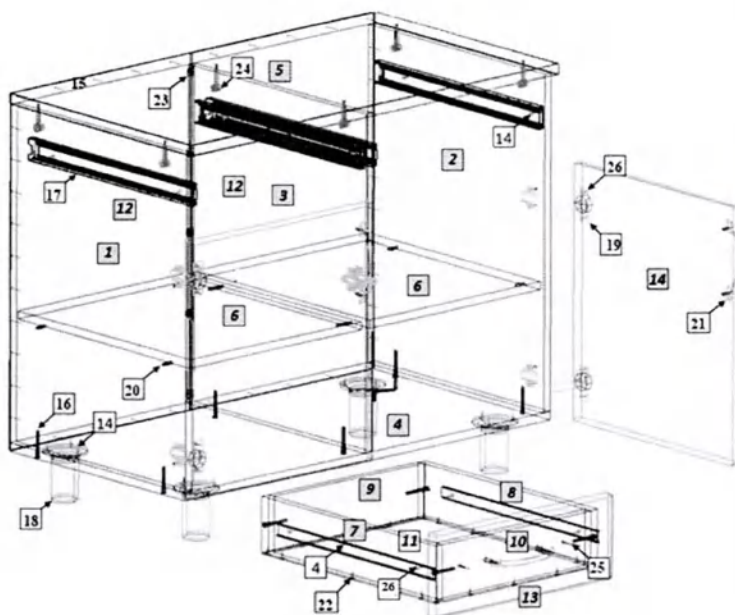

Рис. 1
1. Внимательно ознакомьтесь со схемой сборки, изображённой на рис.1, сверяясь со спецификацией на изделие. Согласно схеме и спецификации определите расположение деталей в изделии и порядок их сборки. Сборка производится на ровном полу, укрытом материалом, предотвращающим повреждение покрытия пола и деталей мебели. Подготовьте необходимые для сборки инструменты – плоскую и крестовую отвёртки, молоток, рулетку или линейку.
2. На боковых стенках тумбы [1,2] шурупами 4×16 (22) закрепите направляющие (16); установите цилиндрические части эксцентриковых стяжек (19) в предназначенные для них отверстия. На крышке [5] установите штоки эксцентриковых стяжек (19).
3. Евровинтами (13), как показано на рис. 1, соедините вертикальные стенки [1,2,3] с горизонтальной нижней стенкой [4]. Установите крышку. Застяжка соединения производится путём поворота эксцентриков до упора в направлении стрелки, выштампованной на корпусе стяжки. На видимые головки евровинтов и эксцентрики установите заглушки (14,15). На горизонтальной нижней стенке [4] шурупами 4×16 (22) закрепите опоры (17) (колесные опоры (17.1) или регулируемые опоры (17.2) по требованию).
4. Сборка ящиков. Евровинтами (13) соедините боковые стенки ящика [6,7] с задней [8] и передней [9] стенками. Дно ящика [10] установите в пазы и закрепите к задней и передней стенкам гвоздями (12), к боковой стенке – уголками (20). Шурупами 4×16 (22) закрепите узкие части направляющих (16). Шурупами 3.5×30 (21) закрепите фасад [11] к передней стенке ящика [9]. Установите ручку (18). Установите собранные ящики в корпус тумбы.